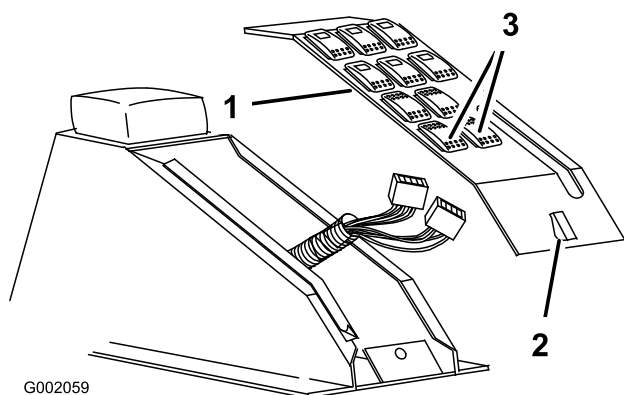

図 26
- ラッチを外して、スイッチ・パネル・アセンブリを中央コンソール・アセンブリから取り外す（図 26）。